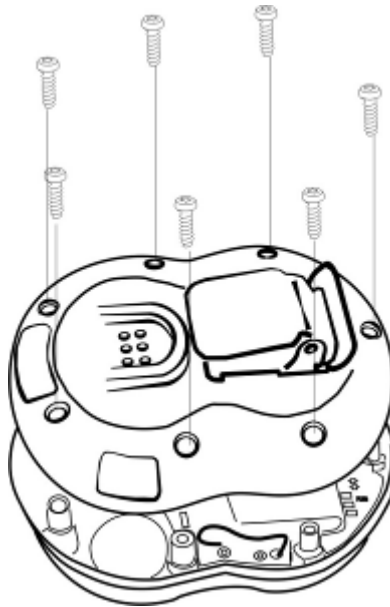

Abbildung5-1. Protégé-Abdeckung entfernen
- 2) Die 7 Torxschrauben auf der Rückseite des Protégé lösen und entfernen. Siehe Abbildung 5-1.